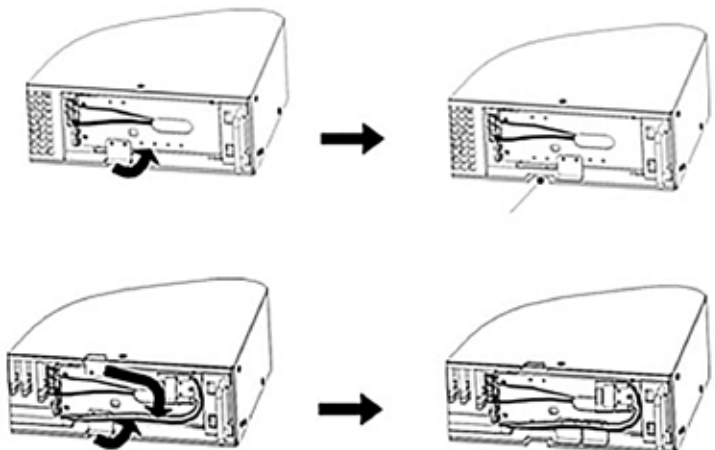

Abbildung 2
2. Entfernen Sie auf der Unterseite der USV-Frontabdeckung die Kabelaussparung für die Batterie Erweiterung (Abbildung 2).